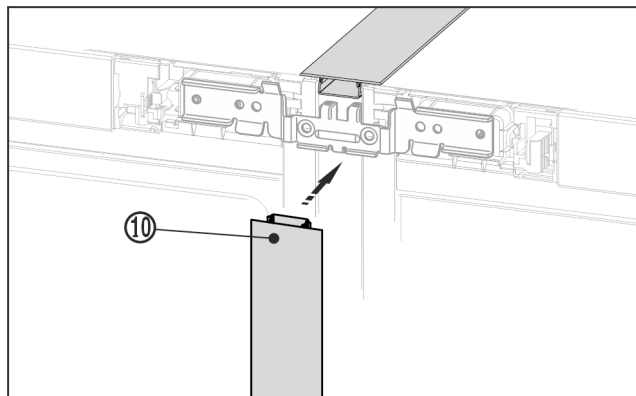

Fig. 23
- ▶ À l'avant, pousser la baguette longue Fig. 23 (10) dans la fente verticale. Veiller à ce que la baguette repose sur la tôle de jonction.